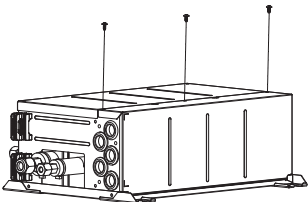

Fig. 4-5
4.1. Die Richtung der Leitung kann geändert werden. (Fig. 4-4). [Arbeitsverfahren] (Fig. 4-5)
① Entfernen Sie die Schrauben in jedem Teil.